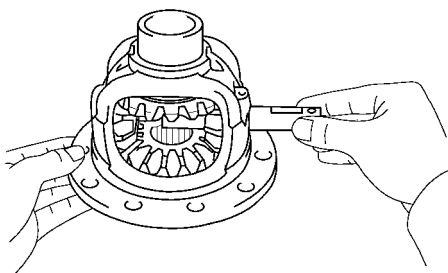

图 14-151 将止推垫圈和侧齿轮装入差速器壳
2) 将止推垫圈和侧齿轮装入差速器壳, 如图 14-151 所示。